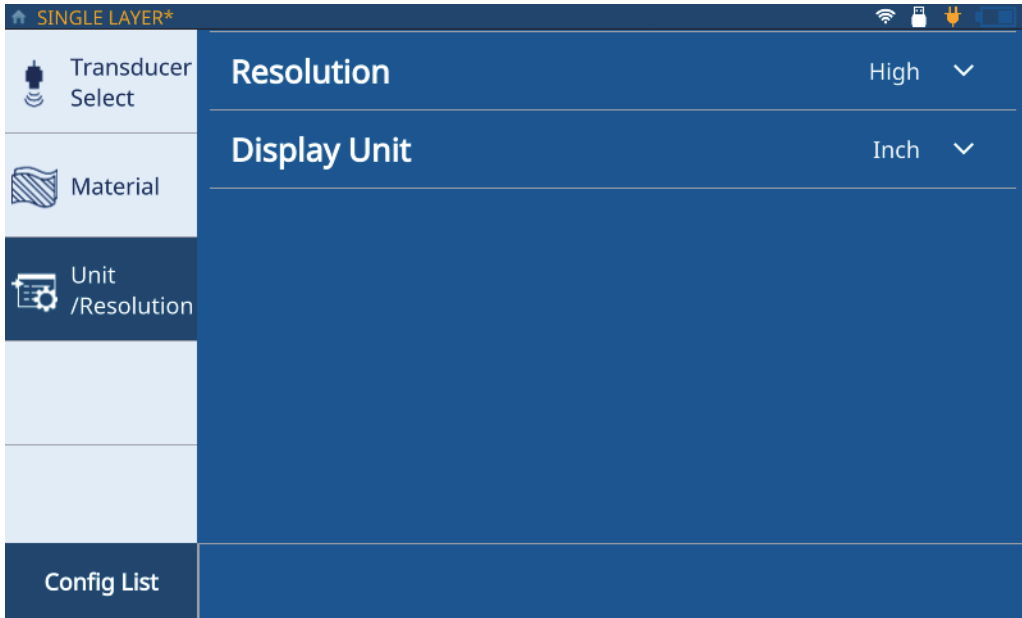

Figura 2-4 Pestaña unidad/resolución (Unit/Resolution)
10. Pulse la pestaña **Unidad/Resolución** (ver Figura 2-4 en la página 18).
14. Repita los pasos 12 y 13 hasta que todas las capas (hasta un máximo de seis) hayan sido definidas y, después, pulse la pestaña **Unit/Resolution** (Unidad/Resolución) [ver Figura 2-4 en la página 18].
12. Pulse la pestaña **Unidad/Resolución** (ver Figura 2-4 en la página 18).